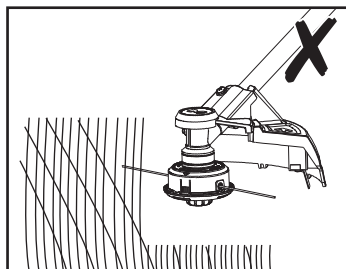
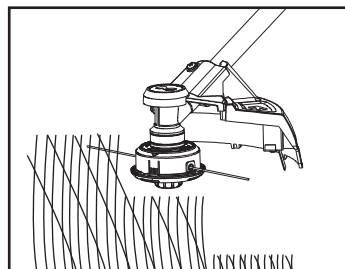

Fig. 21
Fig. 22
6. S'assurer que le dispositif de coupe reste propre et exempt de débris de coupe pouvant le bloquer. Vérifier régulièrement. Relâcher l'interrupteur Marche / Arrêt (1) et retirer la batterie avant de procéder à la vérification.
7. Ne pas couper les herbes hautes en une seule fois (Fig. 21). Pour des résultats optimaux, couper les herbes hautes en plusieurs étapes (Fig. 22).